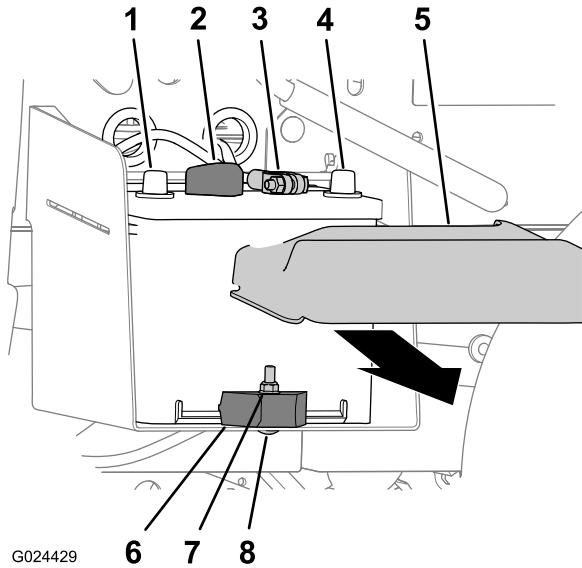

Figura 37
- Retire a tampa da bateria da parte superior da bateria (Figura 37).
- Desligue o cabo positivo da bateria do terminal da bateria (Figura 37).
- Desligue o cabo negativo da bateria do terminal da bateria (Figura 37).
- Retire a porca de bloqueio, o parafuso de carroçaria e o grampo da bateria que fixa a bateria ao tabuleiro da bateria (Figura 37).
- Retire a bateria do tabuleiro da bateria (Figura 37).
- Alinhe a bateria com o tabuleiro da bateria da máquina (Figura 37).
- Fixe a bateria ao tabuleiro da bateria com o grampo da bateria, o parafuso de carroçaria e a porca de bloqueio (Figura 37).
- Ligue o cabo negativo da bateria ao terminal da bateria (Figura 37).
- Ligue o cabo positivo da bateria ao terminal da bateria (Figura 37).
- Coloque a tampa da bateria na parte superior da bateria (Figura 37).